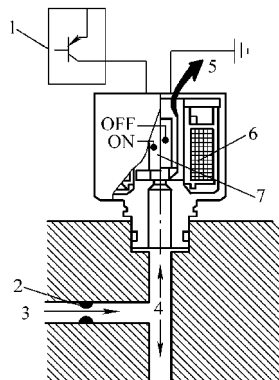

图 7-9 开关式电磁阀结构与原理
(1) 开关式电磁阀结构与原理 开关式电磁阀主要由电磁线圈、衔铁、阀芯等组成,如图 7-9 所示。